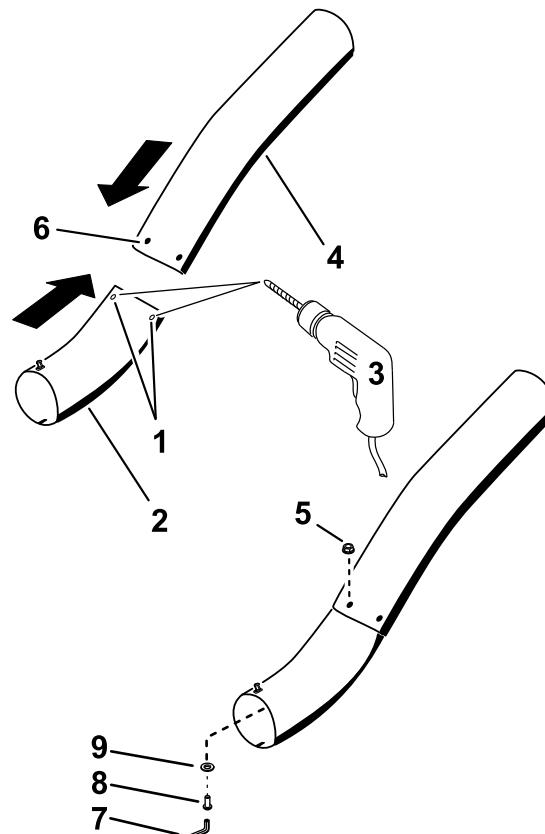

Figura 23
12. Usando los taladros existentes del tubo superior como plantilla, perfore 2 taladros de 6.5 mm (1/4 pulgada) de diámetro a través de los hoyuelos del tubo inferior (Figura 23).
15. Instale las arandelas (1/4 pulgada) en los pernos (Figura 23).
16. Utilizando una llave hexagonal, instale los tornillos (1/4 x 3/4 pulgada), y las arandelas (1/4 pulgada) desde el interior del tubo inferior, y a través de los taladros existentes del tubo superior (Figura 23).
17. Sujete los tubos con las tuercas (1/4 pulgada) (Figura 23).